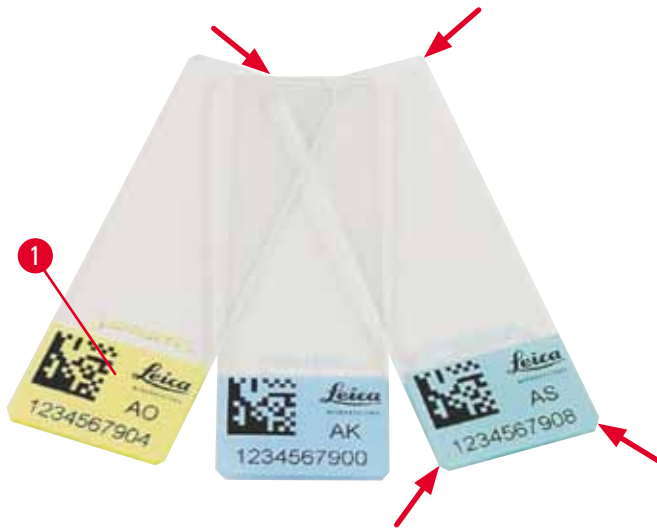

Fig. 4
Kun standard objektglass med trykkbare, fargede kanter (→ "Fig. 4-1") kan trykkes i Leica IP S (→ "Fig. 4").
- For å redusere mengden glasstøv og faren for mekaniske feil skal du kun bruke objektglass med avkuttete hjørner (45° vinkel på hvert hjørne, (→ "Fig. 4")).